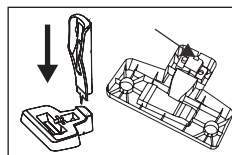

рис. 1
- Смонтируйте зарядную базу (21+23) – **рис. 1**. Для того чтобы разложить базу, переверните ее, переместите рычаг и вытяните верхнюю часть.